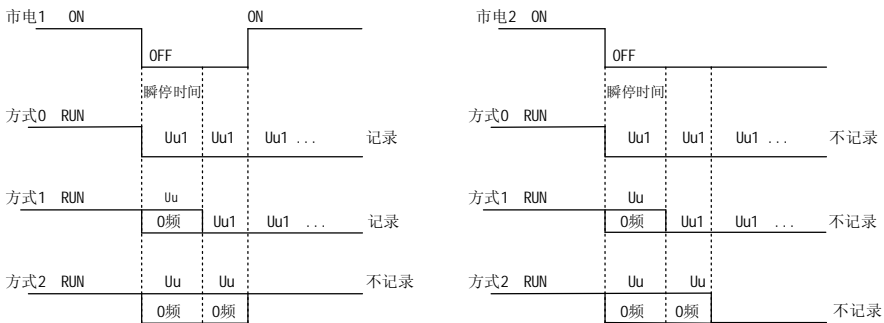

图 5-1-8 瞬停处理
**说明:** 如停机时出现欠压, 则只告警 Uu, 此时电机启动不起来。如图 5-1-8 所示:
如运行时出现欠压, 报 Uu 或 Uu1, 如图 5-1-8 所示; 发生 Uu 时, 封锁脉冲, 进入 0 频运行。恢复, 则 Uu 消失; 发生 Uu1 时, 则停机, 如继续降电压至 300V 以下, 则不作为故障记录, 也不作为故障输出; 如恢复, 记录 Uu1 故障。